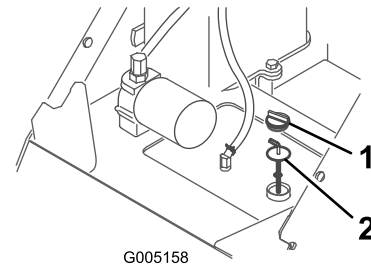

Bild 35
4. Reinigen Sie den Bereich um den Füllstutzen des Hydraulikbehälter (**Bild 35**).
5. Nehmen Sie den Deckel des Füllstutzens ab und prüfen Sie den Ölstand am Peilstab (**Bild 35**).